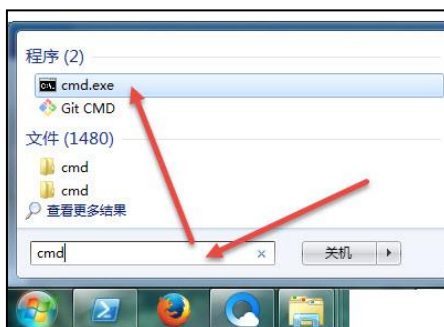

图 48-8 打开命令行
- (3) 打开 Windows 的命令行，点击系统的“开始菜单”，在搜索框输入“cmd”，在搜索结果中点击“cmd.exe”即可打开命令行，见图 48-8；